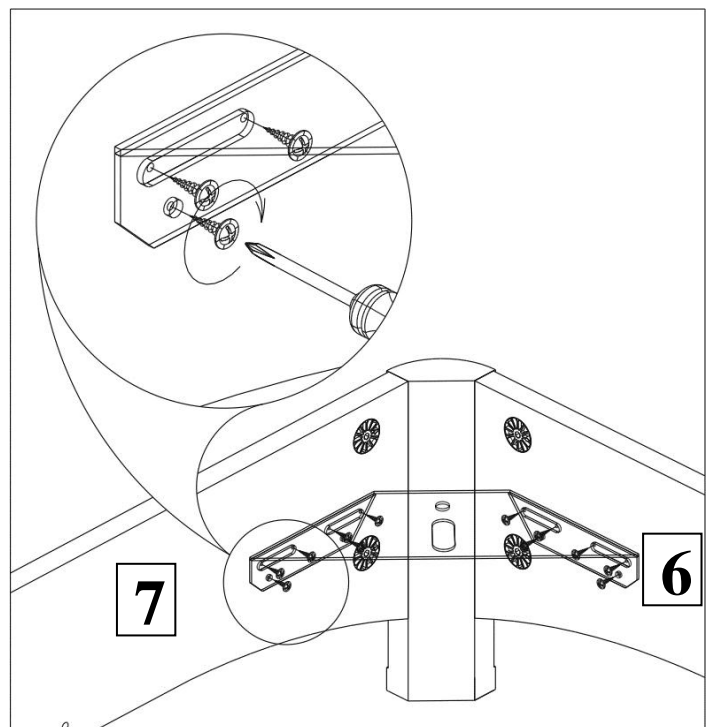

Рисунок 8.
8. Шурупами 4x16 потай прикрепите уголок 260 x 260 к деталям (поз. 6, 7). Аналогично прикрепите уголок 260 x 260 к деталям (поз. 6, 8). См. рисунок 8.